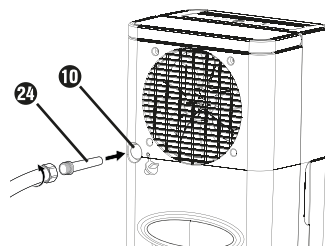

Fig. 5
- ◆ Si vous utilisez l'adaptateur pour tuyau d'arrosage UE (24), vissez maintenant un tuyau d'arrosage sur l'adaptateur pour tuyau d'arrosage UE (24) (voir la figure 5).